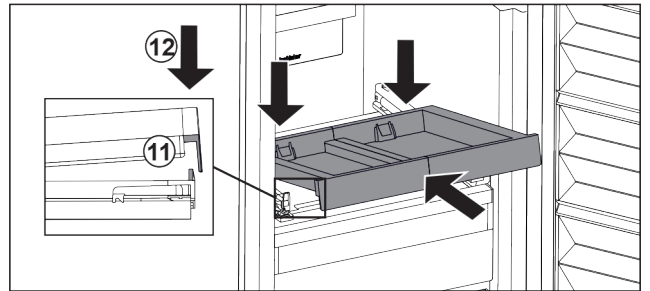

Fig. 198
- ▶ Schräg einschieben. Darauf achten, dass auf beiden Seiten der Anschlag hinter der Lasche ist. Fig. 198 (11)
- ▶ Auszugsbord vorne absetzen. Fig. 198 (12)